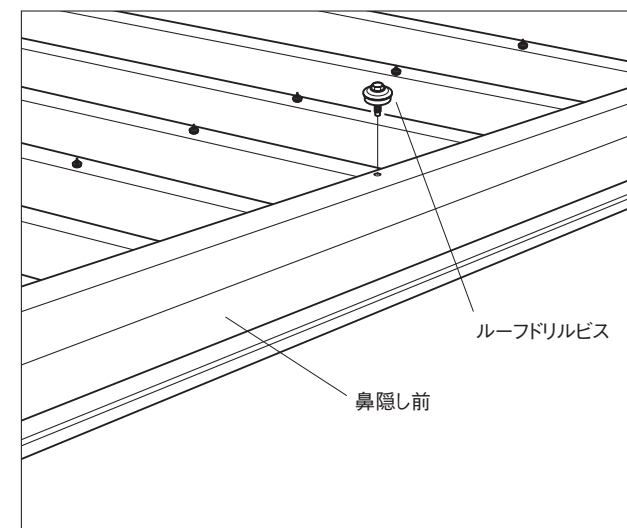

図57
- (7) 鼻隠し前と屋根をルーフトリルビスで固定します。(図57)